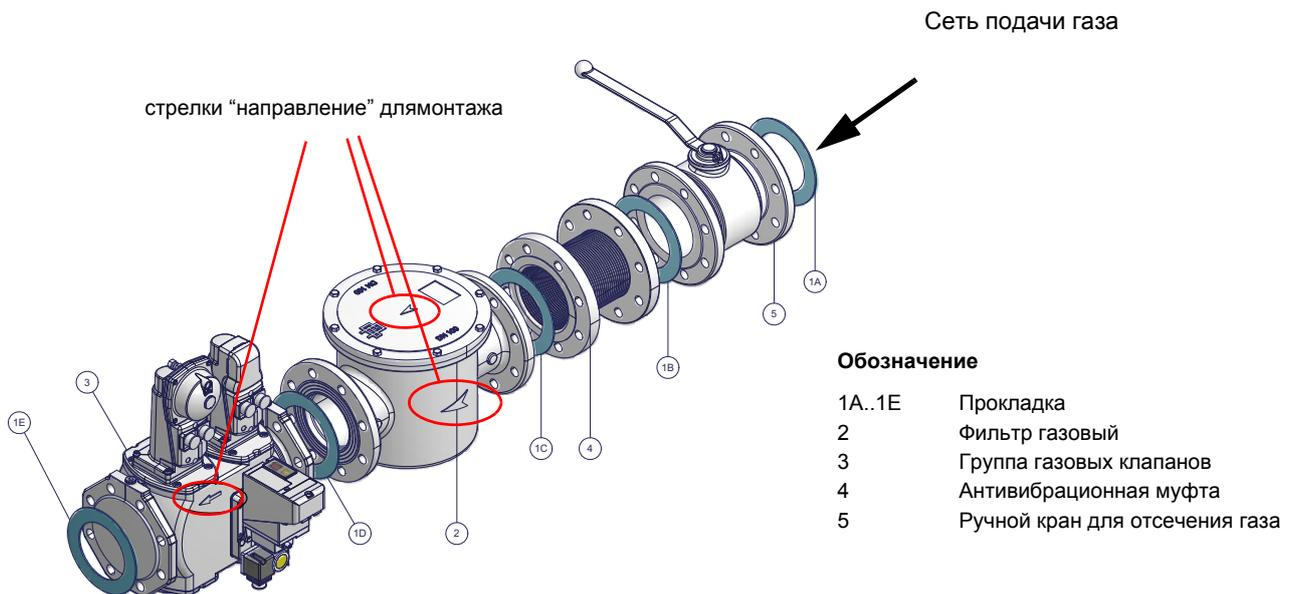

Рис. 6 - Пример газовой раампы
1 - б) при фланцевых соединениях: между соседними компонентами устанавливать прокладку (1A..1E - Рис. 6), совместимую с используемым газом,
**ВНИМАНИЕ: после монтажа газовой раампы согласно схеме на Рис. 6, необходимо провести тестирование на герметичность газового контура, согласно требований действующих нормативов.**